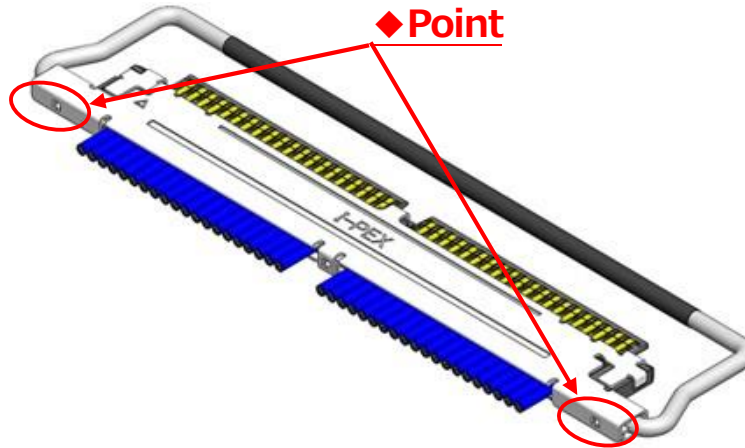

Fig.9 Shell-A と Shell-B の半田付け部
- ④ Shell-A と Shell-B を半田コテにて全箇所半田付けすることを推奨する。 (Fig.9 ◆部)